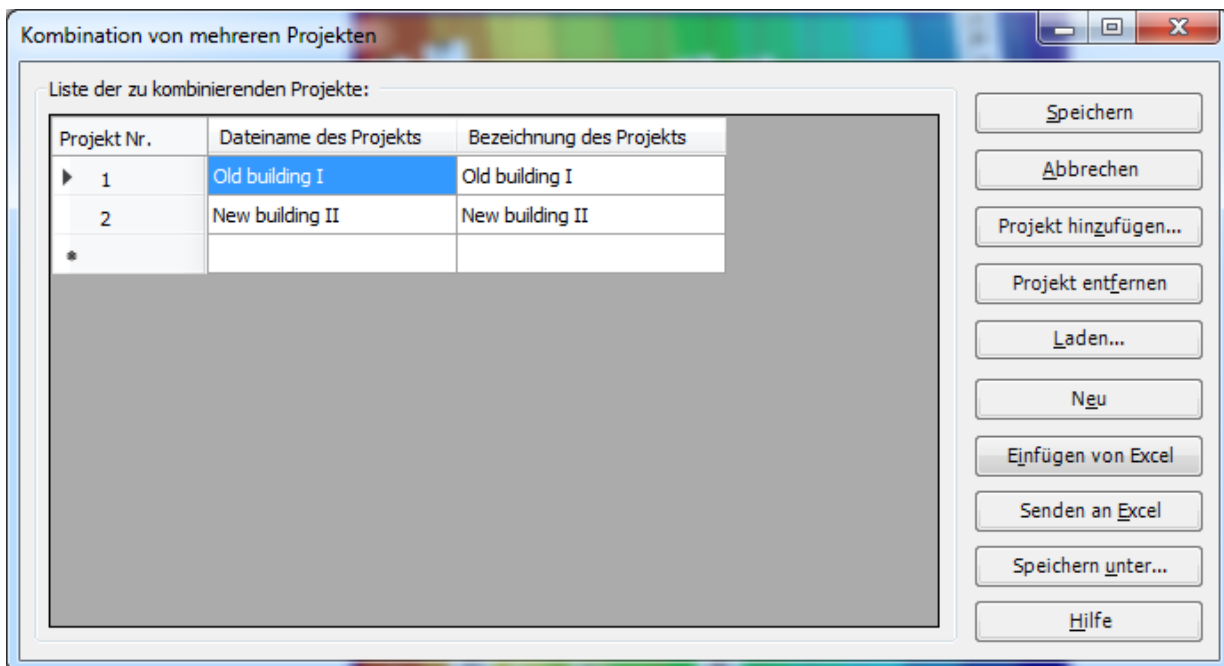

Bild 9.44 Listenfeld "Kombination von mehreren Projekten"
- Wählen Sie "Kombination von mehreren Projekten" aus dem "Mehrere Projekte"-Menü auf der Registerkarte "Ansicht". Das folgende Listenfeld im Bild 9.44 erscheint.